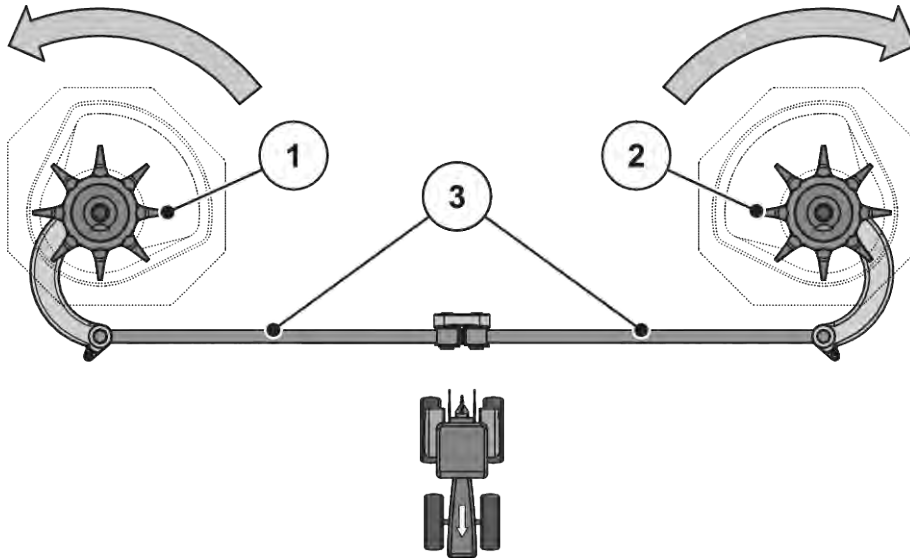

Fig. 61: Kontrol af røreværksdrevet
- Drej rørehovedet med hånden i **spredeskivens rotationsretning**. Se Fig. 61 Kontrol af røreværksdrevet.
- Drej rørehovedet med hånden eller ved hjælp af et oliefilterbånd kraftigt **mod spredeskivens rotationsretning**. Se Fig. 61 Kontrol af røreværksdrevet